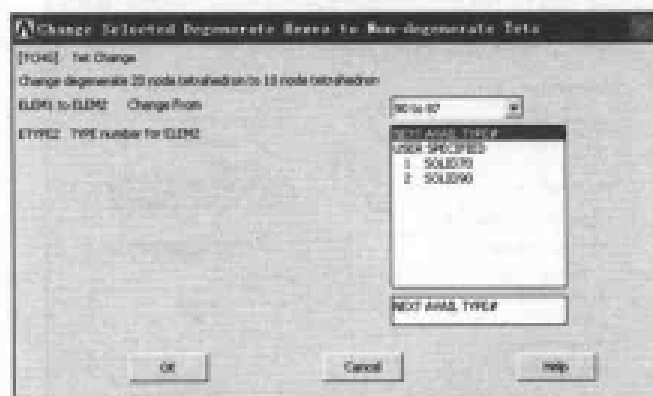

图 10-93 转变单元类型对话框
(46) 选择 Main Menu | Preprocessor | Meshing | Size Cntrls | ManualSize | Global | Size 命令, 出现 Global Element Sizes 对话框, 在 SIZE Element edge length 文本框中输入 0.02, 单击 OK 按钮关闭该对话框。
(47) 选择 Main Menu | Preprocessor | Meshing | Mesh | Volumes | Free 命令, 出现 Mesh Volumes 菜单, 在文本框中输入 6, 单击 OK 按钮关闭该菜单。
(48) 选择 Main Menu | Preprocessor | Meshing | Modify Mesh | Change Tets 命令, 出现 Change Selected Degenerate Hexes to Non-degenerate Tets 对话框, 在 ELEM1 to ELEM2 Change From 下拉列表框中选择 90 to 87 选项, 如图 10-93 所示, 单击 OK 按钮关闭该菜单。